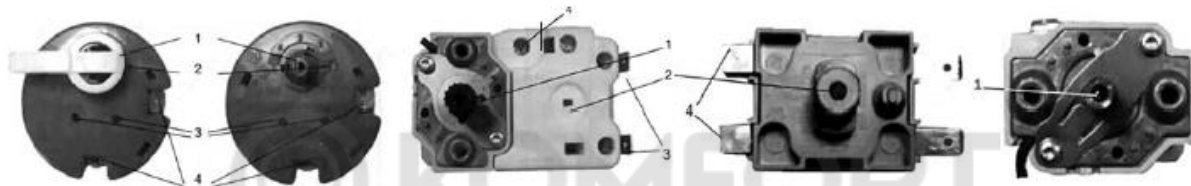

Рис. 3. Внешний вид терморегулятора
– нажать на кнопку тепловой защиты, которая расположена в корпусе терморегулятора (рис. 3, поз.2)
- для моделей D400-2-BC выполните подключение соответствующих проводов к клемме А1 и В1 защитного термостата (см. рис. 3г);
- модели Steatite (N3CM (E)) – на термостате (рис. 3в) под защитной крышечкой по часовой стрелке;
- модели EGO – на термостате (рис. 3б) под защитной крышечкой против часовой стрелки.